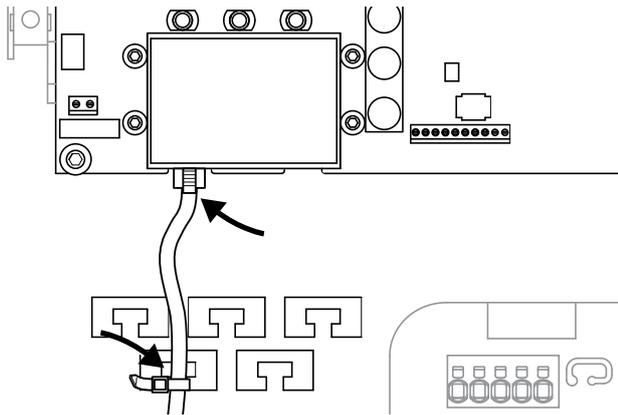

Fig. 41: Fissare il cavo sull'apposito alloggiamento
1. Fissare tutti i cavi nell'alloggiamento con un'apposita fascetta.  **Fig. 41**